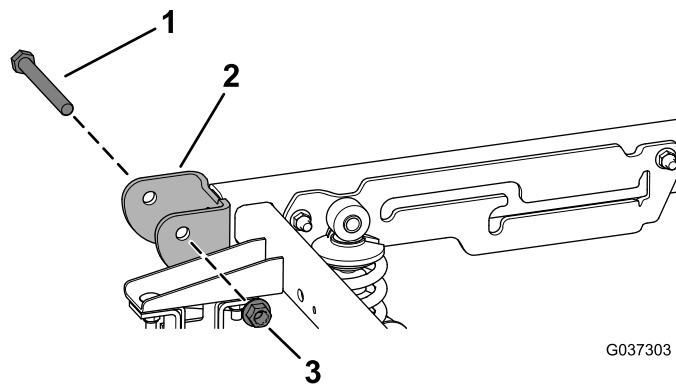

图 3
3. 从机器后部的枢轴支架拧下 2 个枢轴螺栓  $\frac{1}{2} \times 4\frac{1}{2}$  英寸和 2 个锁紧螺母  $\frac{1}{2}$  英寸 图 3。